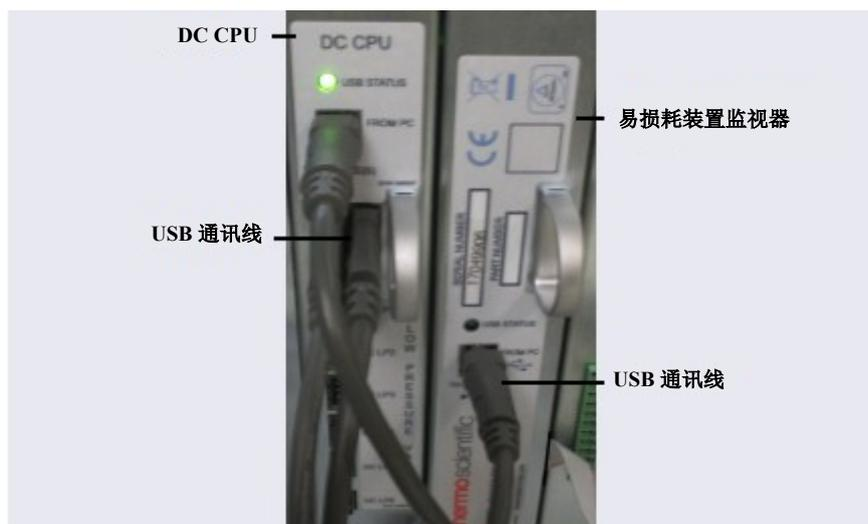

图 10-43. 将 Dionex 耗材监控连接至 CPU 电路板
13. 确定 Dionex 耗材监控上 USB 接口和 DC CPU 电路板上两个 USB 接口的位置（见图 10-43）。